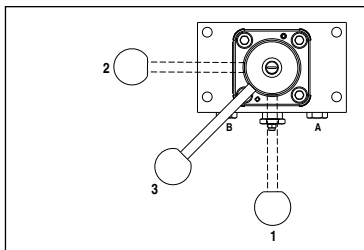

Figure 7
(Voir la Figure 7)
4. Faire tourner la soupape de commande en position neutre (« 3 ») (voir la figure 7 pour les positions de la soupape).